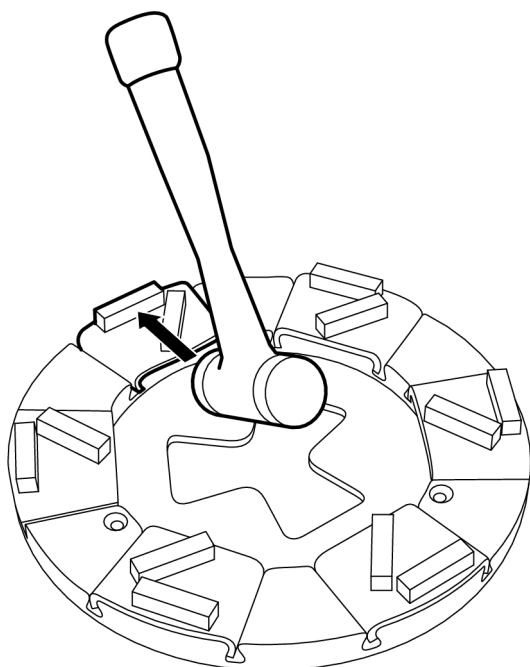

Figura 4-4. Rimozione dell'utensile di levigatura
2. Bloccare l'utensile di levigatura nel portautensile battendo qualche colpo con un mazzuolo in gomma, vedere Figura 4-4, pagina 18.
3. Bloccare l'utensile di levigatura nel portautensile battendo qualche colpo con un mazzuolo in gomma, vedere Figura 4-4, pagina 18.